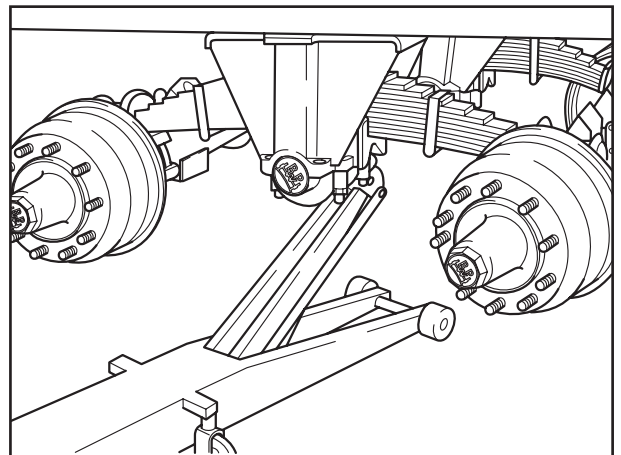

Fig. 2
- [5] Komplettes Achsaggregat vorsichtig ablassen (Fig. 2) und nach hinten herausfahren.
- [5] Lower the complete assembly carefully (Fig. 2) and pull it out to the rear.
- [5] Abaisser avec précaution le train complet (fig. 2) et le sortir par l'arrière.